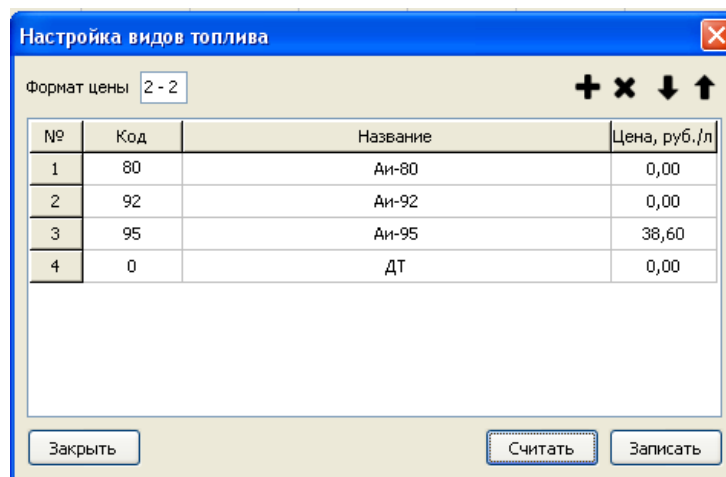

Рисунок 7
7.4 Настройка соответствия видов топлива в устройстве кошелькам в базе данных производится через меню "Файл – Настройка видов топлива" (рисунок 7).